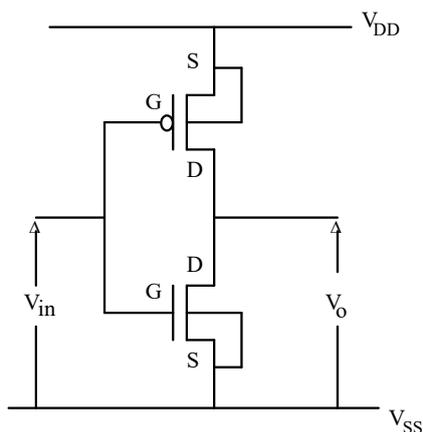
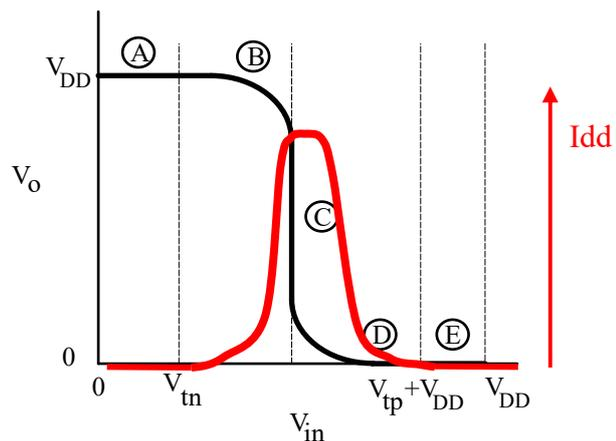

Figura 1
Figura 2
O inversor CMOS é formado por um transistor NMOS e um PMOS, como mostrado no diagrama esquemático da figura 1. É constituído de transistores n e p que apresentam quatro terminais elétricos: porta (G), dreno (D), fonte (S) e substrato (B). Suas curvas de transferência ( $V_{out} \times V_{in}$ ) e de corrente ( $I_{dd} \times V_{in}$ ) são apresentadas na figura 2.
A equação 3, referente à região C, também corresponde, neste modelo simplificado, ao valor de  $V_o = V_{in}$ , também denominado de valor do limiar lógico,  $V_M$ , no livro-texto é também chamado de  $V_{th}$ ). Ela mostra de que forma a relação  $k_n/k_p$  (portanto as dimensões relativas entre os transistores NMOS e PMOS) afeta o valor de  $V_M$  do inversor. A região de transição C da Figura 2 move-se da esquerda para a direita com a redução de  $k_n/k_p$ . No caso,  $k_n = k_n' \frac{W_n}{L_n} = \mu_n C_{ox} \frac{W_n}{L_n}$  e  $k_p = k_p' \frac{W_p}{L_p} = \mu_p C_{ox} \frac{W_p}{L_p}$ .